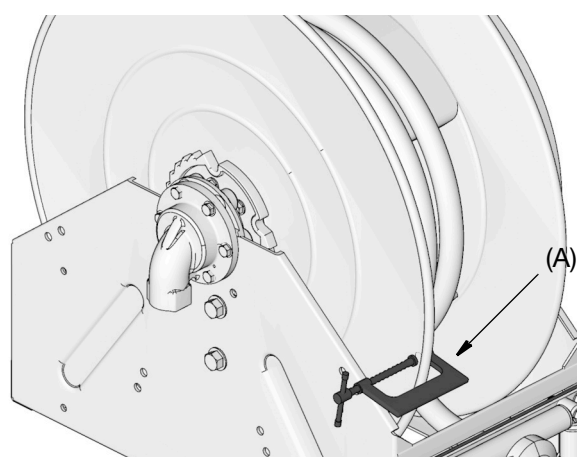

Fig. 13
3. Fixer un collier en C (A) à la bobine d'enrouleur comme illustré sur la Fig. 13 pour empêcher l'enrouleur de se déverrouiller brusquement et de tourner librement.
- Fixer solidement un collier en C (A) à la bobine d'enrouleur comme illustré sur la FIG. 13 pour empêcher l'enrouleur de se déverrouiller brusquement et de tourner librement.